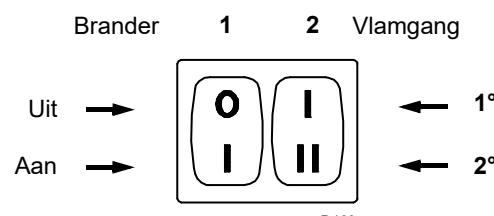

Fig. 19
- Ontsteek de brander door de afstandsbedieningen te sluiten en met de schakelaar 1)(Fig. 19) in positie "AAN". De pomp moet in de richting van de pijl draaien die op het deksel aangegeven staat.
- Indien er stookolie lekt uit de schroef 4) of 8) de pomp ingeschakeld is. Stop de brander: schakelaar 1)(Fig. 19) in positie "UIT" en draai de schroef 4) of 8) aan.